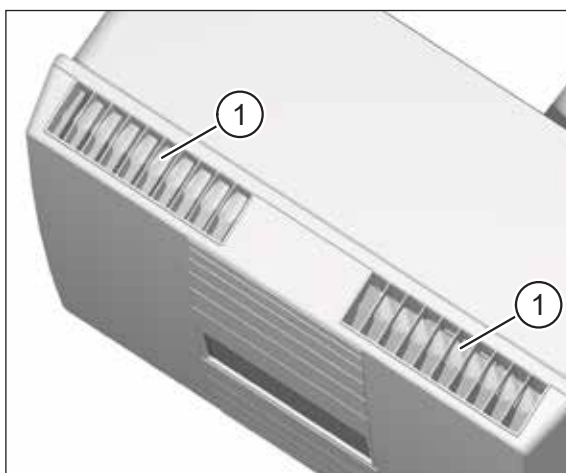
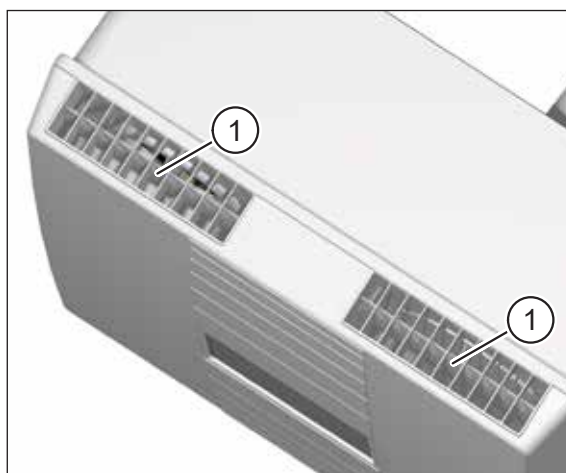

Fig. 11 : Clapets d'aération fermés
Fig. 12 : Clapets d'aération ouverts
- ▶ Vérifiez si les ouvertures relatives à l'air repris et à l'air fourni sont dégagées (voir Fig. 11 et Fig. 12).
- ▶ Inspectez la position des clapets d'aération (voir Fig. 11 et Fig. 12) sur l'ouverture de l'air repris et de l'air fourni.
- Si l'appareil d'aération est débranché ou hors tension, les deux clapets d'aération sont fermés (voir pos. 1 dans Fig. 11).
- Lors de la mise sous tension, les deux clapets d'aération s'ouvrent (voir pos. 1 dans Fig. 12).
- ▶ Éteignez toujours l'appareil d'aération à l'aide de l'interrupteur d'alimentation (pos. 1 dans Fig. 10 à la page 20) lors du changement des filtres à air. En ce qui concerne les appareils d'aération, dotés de l'option M-WRG-O/NOF, il faut que l'appareil soit mis hors circuit à l'aide du disjoncteur (incombant au client). Faute de quoi les clapets d'aération ouverts (voir Fig. 12 à la page 21) empêchent l'enlèvement et la mise en place des cartouches de filtres.